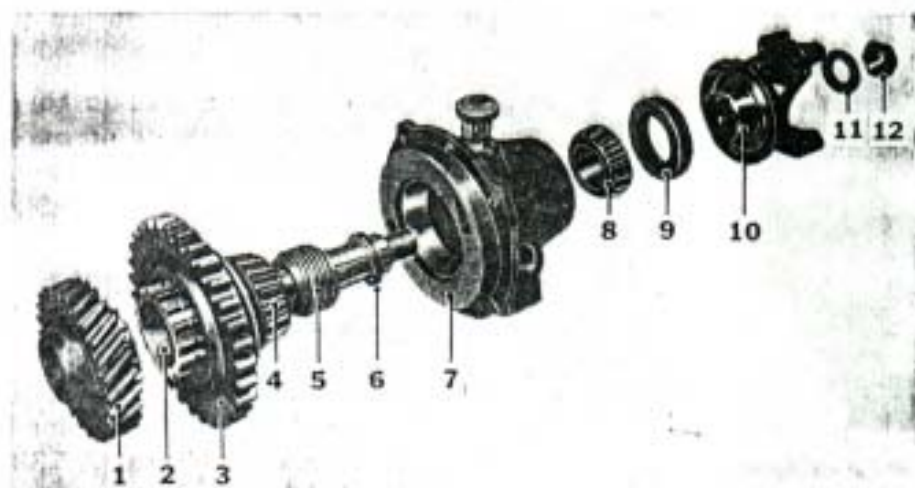

Fig. 298. - Despiece del conjunto extensión de salida al eje trasero.
b) **Desarme del Conjunto extensión de salida del Eje trasero (Fig. 298).**
- 1) Desmontar la tuerca (12) de sujeción de la brida (10) de la junta universal, sujetando la misma con la herramienta HS-69. Retirar la arandela (11) y extraer la horquilla con la herramienta HS-12.
- 2) Desmontar el retén (9) de aceite del eje de salida, usando la herramienta HS-43.
- 4) Con un martillo plástico golpear sobre el frente del eje (2) e impulsarlo fuera de la extensión.
- 5) Retirar del eje los suplementos (6) de ajuste y el sinfin (5) del velocímetro. El conjunto desarmado se muestra en la Fig. 298.
- 7) En el interior del cuerpo (7), sobre el mismo eje del piñón del velocímetro, pero en el lado opuesto al de su fijación, se halla ubicado el buje del eje del piñón. Verificar su estado y de ser necesario reemplazarlo, romperlo con un buril.
- 2) Instalar, si fue reemplazado el cono de cojinete (4, Fig. 298) sobre el eje usando la herramienta HS-25.
- 3) Instalar, si fuese reemplazado el buje del piñón del velocímetro (lubricado en el interior del cuerpo (7), usando para ello la herramienta HS-30.
- 4) Colocar verticalmente, el eje (2, Fig. 298) sobre un taco de madera y montarle el sinfín del velocímetro y los suplementos. Lubricar los cojinetes con aceite. Montar la extensión (7, Fig. 298), colocar el cono del cojinete (8, Fig. 298), e instalarlo mediante la herramienta HS-25, golpeando con un martillo plástico (Fig. 299).
- 7) Desarmar el conjunto y colocar el paquete de suplementos (6, Fig. 298).
Montar nuevamente el eje en su cuerpo armándolo correctamente y procediendo luego a colocar el retén (9, Fig. 298), usando la herramienta HS-35 (Figura 302). Colocar la brida (10, Fig. 298), la arandela (11, Fig. 298) y la tuerca (12, Fig. 298). Sujutando la brida con la herramienta HS-69, apretar la tuerca a una torsión de 31,1-34,5 mkg (225-250 pie-lbs) (Fig. 300).